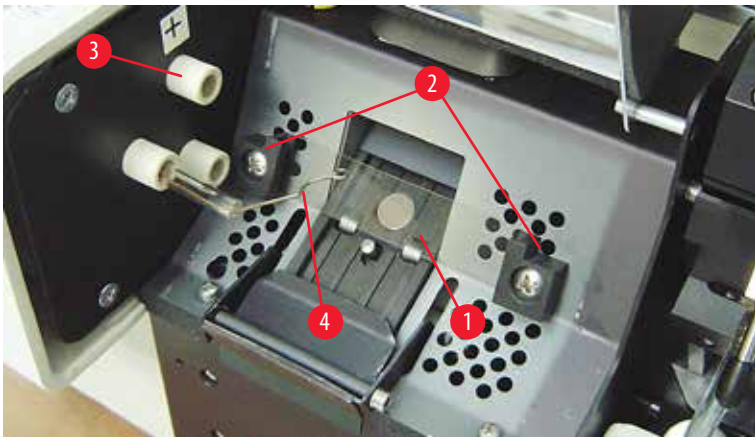

图 17
5. 确保拆除灯泡撞针 (→"图 17-4") 的接触弹簧 (→"图 16-2") (另请参见 (→"图 17") 和 (→"图 18-1"))。